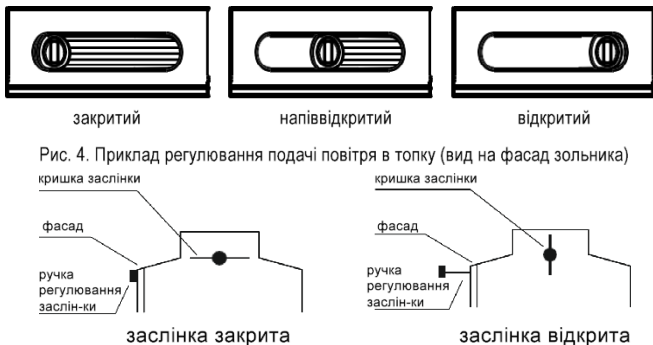

Рис. 5. Приклад регулювання заслінки
- розташуванням ручки, що регулює відкриття заслінки шляхом регулювання тяги димоходу (див. рис. 5).